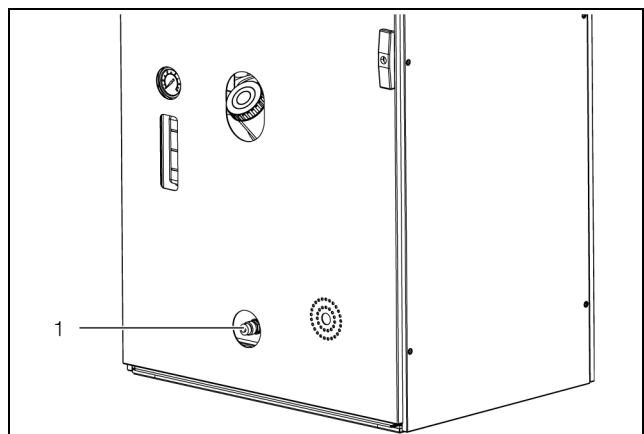

Fig. 48 : Vidange de la cuve
- Vider la cuve de son agent de refroidissement en utilisant l'embout de vidange de la cuve (fig. 48, pos. 1) ou à l'aide d'un tuyau et d'un récipient.